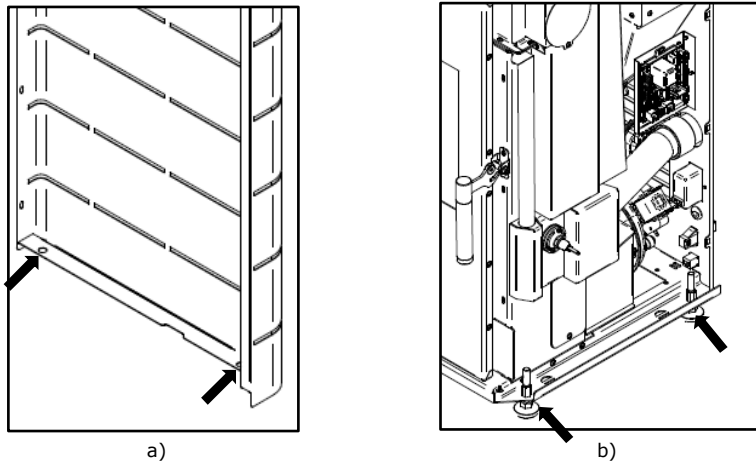

Figura 59 - Herraje lateral inferior de los cerramientos
b) Encaje los orificios inferiores de las tapas laterales, Figura 59-a, en las guías situadas en la parte inferior de la máquina, Figura 59-b.